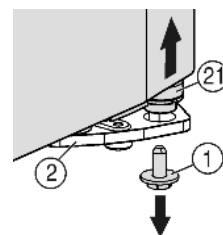
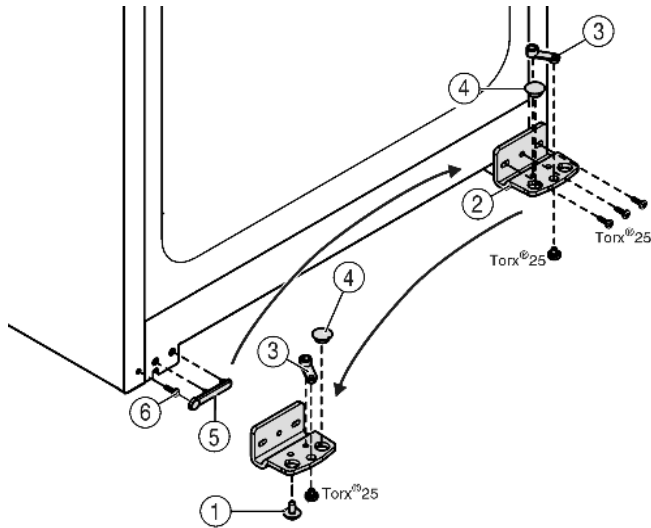

Fig. 4
Fig. 5
- Внизу справа на опорном кронштейне выкрутите фиксирующий винт *Fig. 4 (1)*.
- ▷ Опорный палец *Fig. 4 (21)* можно извлечь из опорного кронштейна *Fig. 5 (2)*.
- Если установочный винт *Fig. 4 (21)* не откручивается, его можно вынуть, нажав на него снизу.
- ▶ Открутите опорный кронштейн Fig. 5 (2).
- ▶ Открутите опорную деталь Fig. 5 (3) и, переставив в отверстие на противоположной стороне опорного кронштейна, снова прикрутите.
- ▶ Извлеките заглушку Fig. 5 (4) из опорного кронштейна и переставьте ее в отверстие на противоположной стороне опорного кронштейна.
- ▶ Осторожно снимите крышку со стороны ручки Fig. 5 (5).
- ▶ Выкрутите болт Fig. 5 (6) и вкрутите на противоположной стороне.
- ▶ Снова установите крышку Fig. 5 (5).
- ▶ Снова прикрутите опорный кронштейн Fig. 5 (2) на новой стороне шарнира (с моментом 4 Нм). При необходимости используйте аккумуляторный шурупверт.
- ▶ Вкрутите фиксирующий винт Fig. 4 (1) внизу в опорный палец и затяните (с моментом 4 Нм).